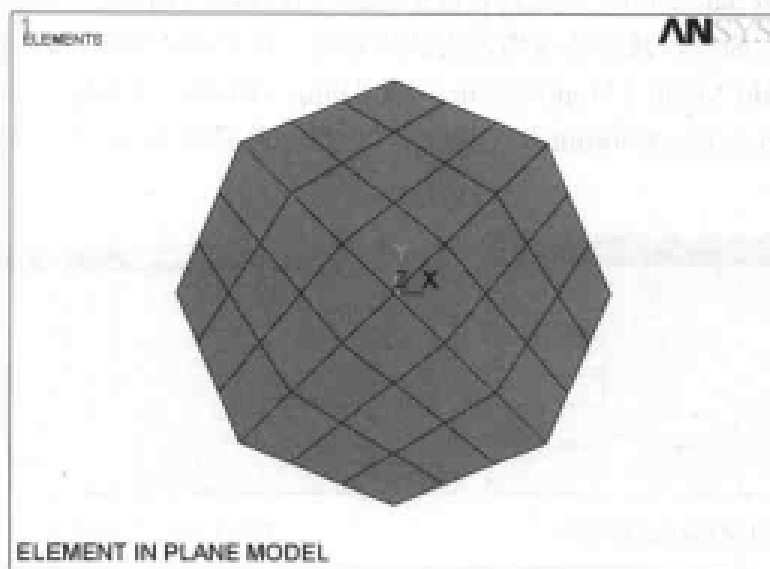

图 11-57 面映射网格划分结果显示
(5) 选择 Main Menu | Preprocessor | Meshing | Mesh Attributes | Default Attribs 命令, 出现 Meshing Attributes 对话框, 在 [TYPE] Element type number 下拉列表框中选择 3 PLANE55 选项, 其余选项均采用默认设置, 单击 OK 按钮关闭该对话框。
(6) 选择 Main Menu | Preprocessor | Meshing | Size Cntrls | ManualSize | Global | Size 命令, 出现 Global Element Sizes 对话框, 在 NDI V No. of element division-文本框中输入 3, 单击 OK 按钮关闭该对话框。
(7) 选择 Main Menu | Preprocessor | Meshing | Mesh | Areas | Mapped | By Corners 命令, 出现 Map Mesh Area by 菜单, 在文本框中输入 1, 单击 OK 按钮, 在文本框中输入 1, 3, 5, 7, 单击 OK 按钮关闭该菜单。
(8) 选择 Utility Menu | File | Change Title 命令, 出现 Change Title 对话框, 在文本框中输入 ELEMENT IN PLANE MODEL, 单击 OK 按钮关闭该对话框。
(9) 选择 Utility Menu | Plot | Elements 命令, ANSYS 显示窗口将显示对面进行映射网格划分后的结果, 如图 11-57 所示。